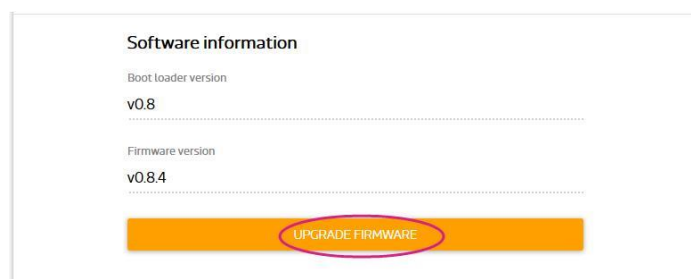

图 24 固件升级按钮
- 2) 登录之后，如图 24 所示，点击 **UPGRADE FIRMWARE**。